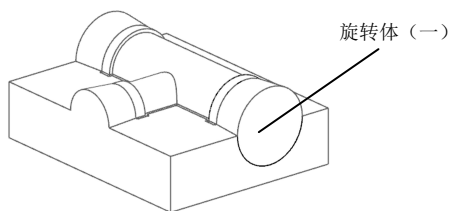

图 6-25 创建旋转体 (一)
(41) 单击“完成”按钮，在【旋转】对话框中对“指定矢量”选取“ $XC \uparrow$ ”按钮，把“旋转点”设为 $(0, 0, 0)$ ，“开始角度”设为 0 ，“结束角度”设为 360° ，“布尔”选取“无”。
(42) 单击“确定”按钮，创建旋转体（一），如图 6-25 所示。